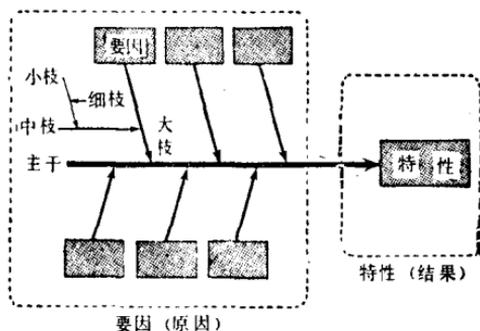

图 1-2 因果图图形
**答** 因果图是将作为问题的特性(结果)和对此特性给予影响的要因(原因),进行系统整理和归纳,并将其画在类似鱼刺形的图上,此种图即称为因果图。(参照图1-2)。因果图对工程的管理和改善,都是一种有效的工具。